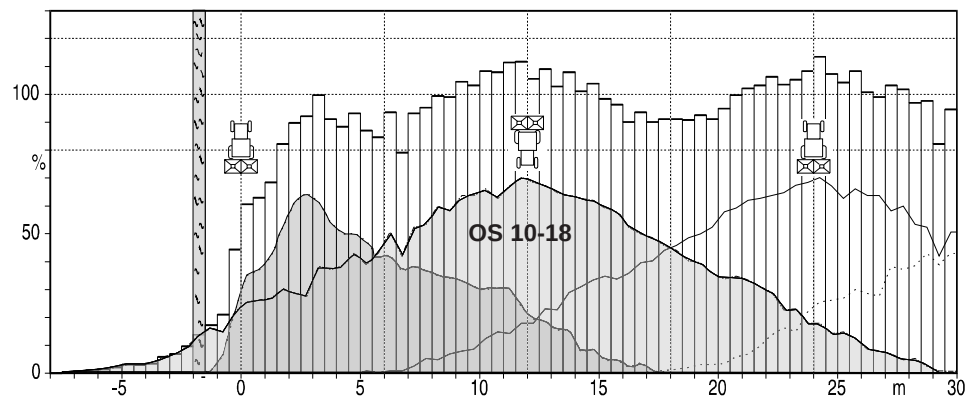

Fig. 4.7
- Har 10 till 12 m arbetsbredd (fig. 4.7 och 4.8).
Som exempel kan nämnas att gränsspridning med gränsspridningsskärm vid 18 m arbetsbredd och fältkantavstånd 1,5 m, fungerar bra eftersom ingen gödsel kastas ut över fältkanten. Om man däremot använder samma vinginställning (med vissa gödselmedel som t ex KAS är det möjligt att erhålla en jämn spridningsbild med samma vinginställning) vid 10 eller 12 meters arbetsbredd, kommer en viss del av gödseln att kastas ut över fältkanten (ca. 4,5 till 6,5 meter förbi fältkanten) (se fig. 4.7).